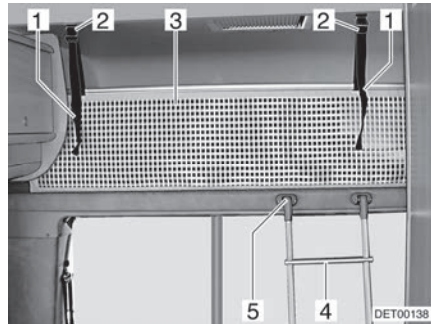

Fig. 96 Lit de capucine
Toujours monter sur le lit de capucine avec l'échelle de montée (Fig. 96,4) de série.
- Accrocher l'échelle par les longerons sur le bandeau du lit de capucine (Fig. 96,5) installé au bord du lit.
Le filet de sécurité (Fig. 96,3) de série est rangé entre le matelas et le sommier à lattes. Ne tendre le filet de sécurité qu'une fois que les personnes se trouvent dans la capucine.
- Faire s'enclencher les sangles de retenue (Fig. 96,1) dans les fixations (Fig. 96,2) au plafond.